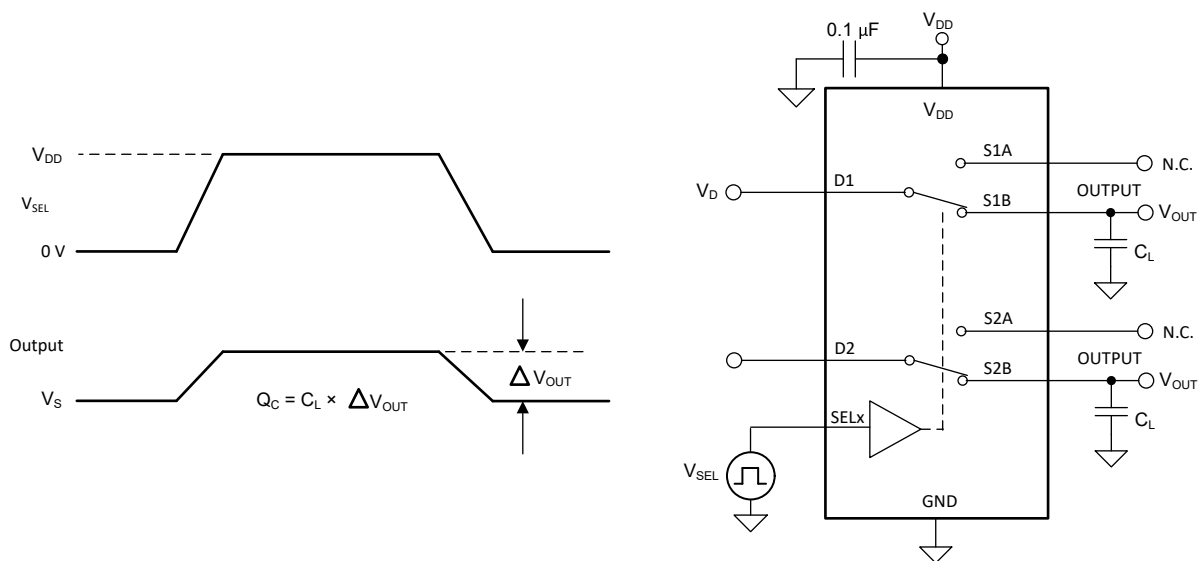

图 6-11. 电荷注入测量设置
电容的任何不匹配都会导致在栅极信号的下降沿或上升沿期间向漏极或源极注入电荷。注入器件源极或漏极的电荷量称为电荷注入，用符号 Q_C 表示。图 6-11 展示了用于测量从漏极 (D) 到源极 (Sx) 注入电荷的设置。